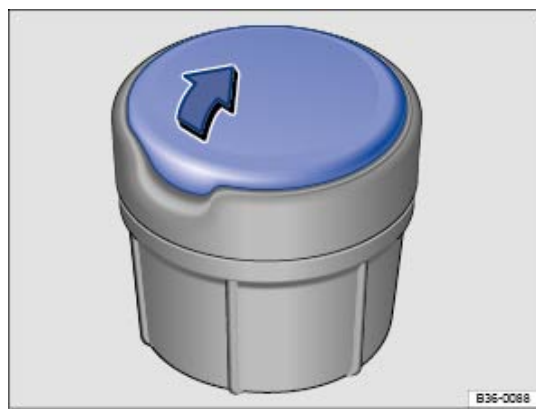

Fig. 125 Cendrier amovible.
- Pour *ouvrir* le cendrier, soulevez le couvercle → Fig. 125 dans le sens de la flèche.